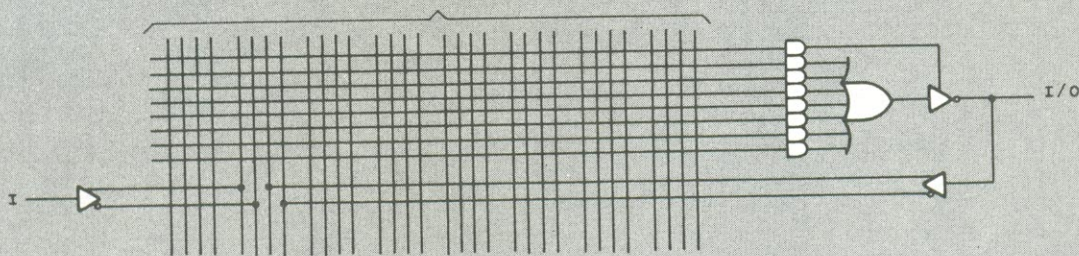

Fig. 8
**Entrada/saída programável** (fig. 8) —